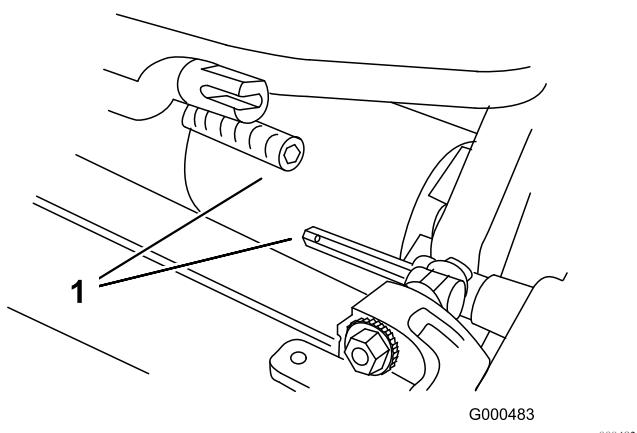

Bild 9
3. Schieben Sie die Schneideeinheit unter die Zugmaschine und dann nach links, um die Getriebekupplung einzukuppeln (Bild 9).